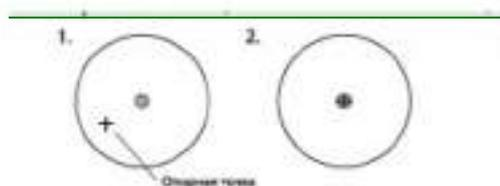

Рисунок 5 – Центрирование
Осуществите точную горизонтировку прибора, как описано и повторяйте операцию (1) п. до тех пор, пока прибор не окажется точно горизонтированным, а центр визирных нитей оптического центрира не совпадёт в точности с опорной точкой (как показано на Рис. 5).
(2) Осуществите точную горизонтировку прибора, как описано в п. 5.3 и повторяйте операцию 4) п. до тех пор, пока прибор не окажется точно горизонтированным, а центр визирных нитей оптического центра не совпадет в точности с опорной точкой (как показано на Рис. 5)